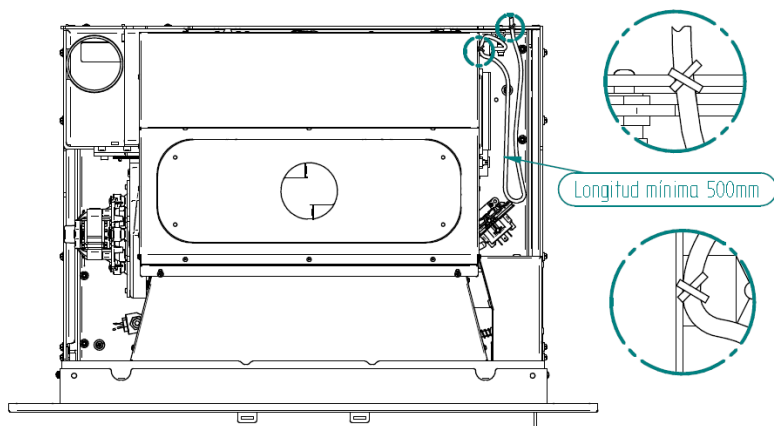

Figura 12 – Conexión eléctrica
- Una vez conectada la clavija en la columna del silo, Figura 12, ha de fijar el cable a la misma columna y a la base fija mediante unas bridas, asegurándose de que deja